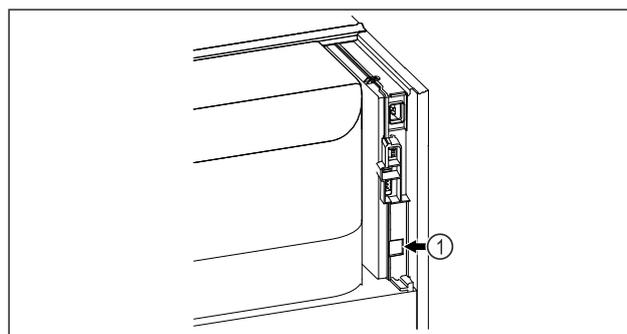

Fig. 61
- ❑ Vstavljen je SmartModule *Fig. 61 (1)*.